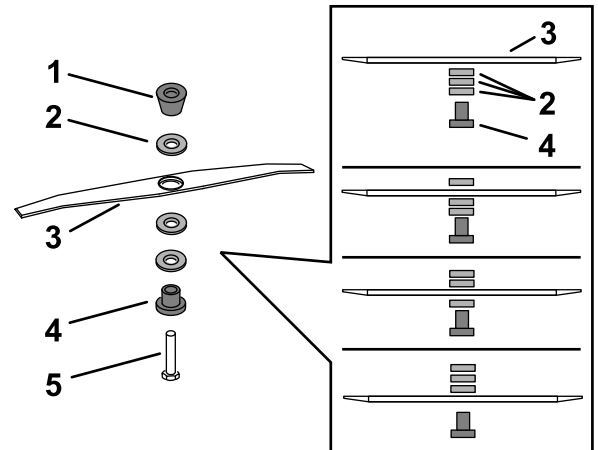

図 42
5. 付属のレンチを使用してブレードボルトを左に回してブレードを外す **図 42**。